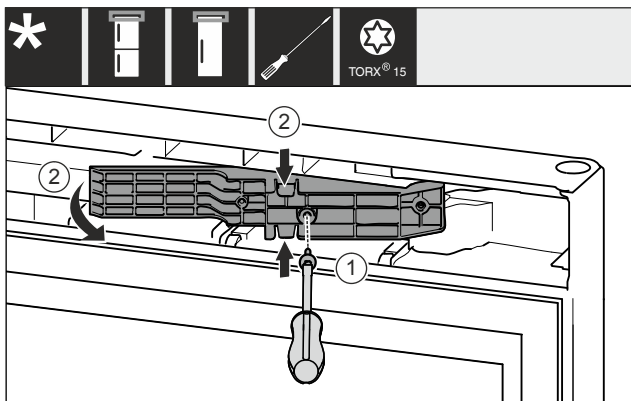

Fig. 12 *
- ▶ Oldja ki a csavarokat a T15 csavarhúzóval. Fig. 12 (1)*
- ▶ Húzza ki az illesztődarabot. Fig. 12 (2)*